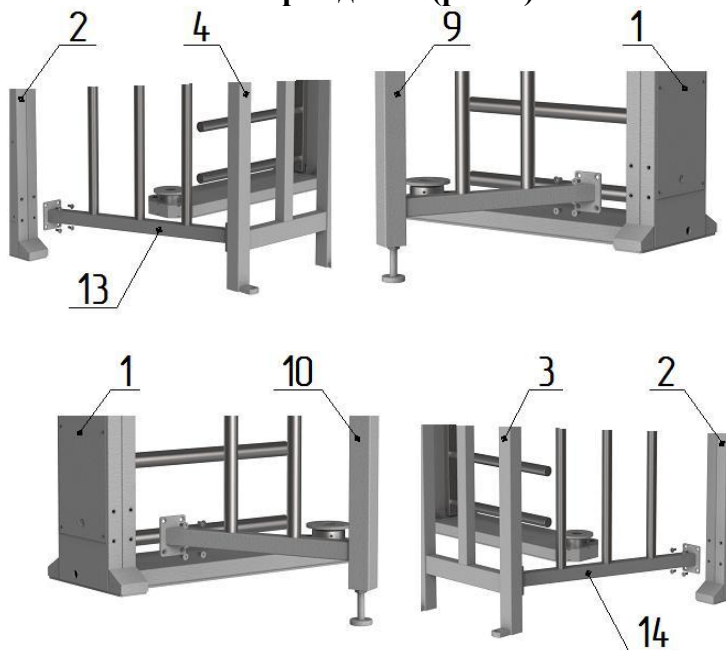

Рис. 6
6.2.3. Установка ограждения (рис. 6):
- к боковым плоскостям стойки шлюза **2** аналогично установите боковые ограждения **13** и **14** (рис.6) и закрепите винтами М8;